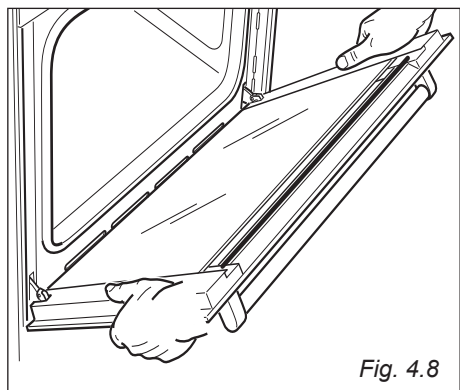

Fig. 4.8
- Impugnare la porta come illustrato in fig. 4.8.